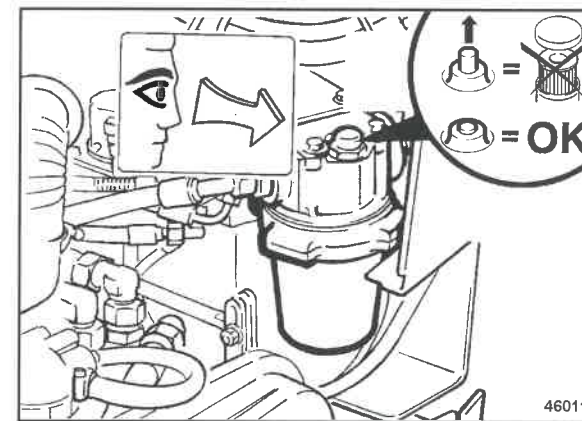

Fig. 90
- Controllare l'indicatore di manutenzione (Fig. 90) soltanto a temperatura d'esercizio e al regime massimo del motore.